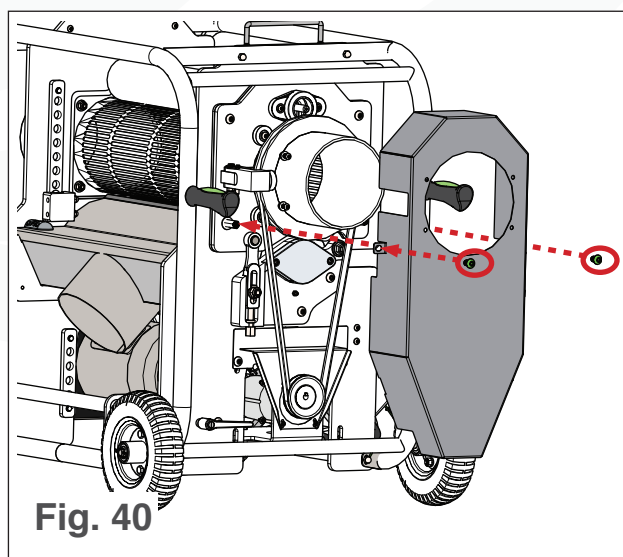

Fig. 40
1. Coloque la tapa de la correa del tambor sobre la correa del tambor (vea la Fig.40).
2. Inserte y apriete los tornillos de la tapa de la correa del tambor (vea la Fig. 40).